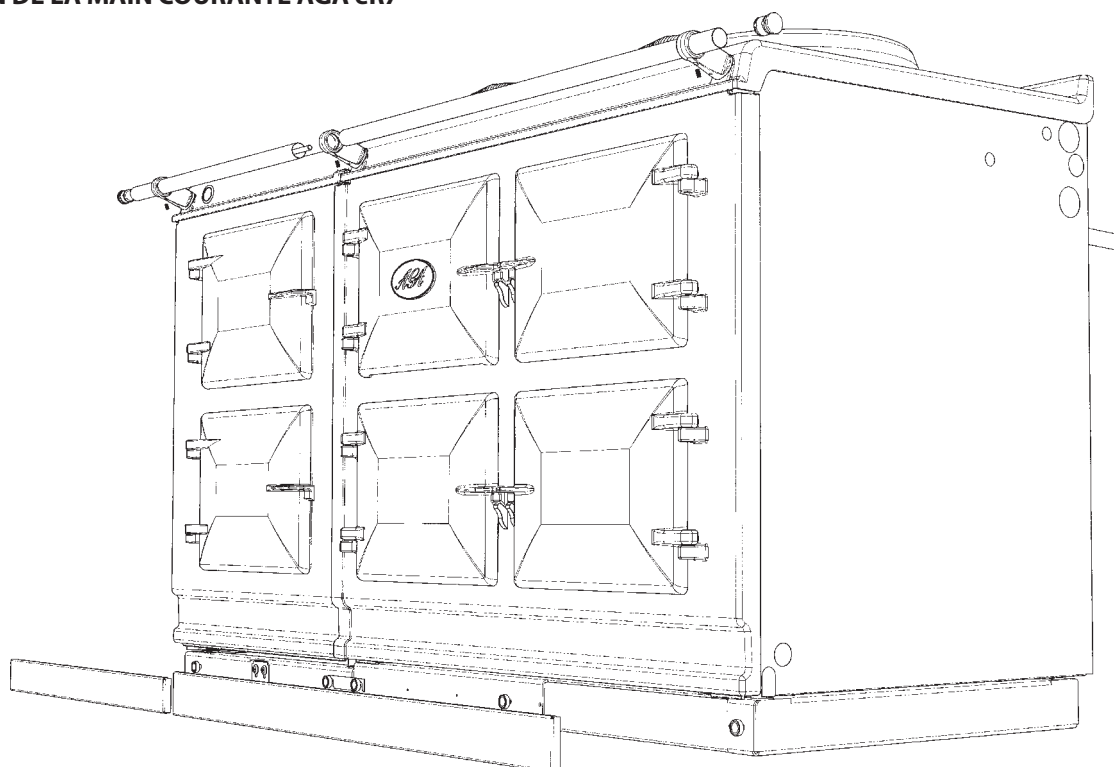

Fig. 30.12
11. Sur les fours 5, placez le goujon tout fileté dans l'extrémité fileté de la main courante, puis faites passer la main courante à travers le support (en vous assurant que le goujon tout fileté dépasse du côté droit de la main courante de l'armoire chauffante) et vissez les mains courantes ensemble (**Fig. 30.12**).
14. Pour terminer, placez la face du socle sur les aimants situés à l'avant du socle tout en s'assurant que sur les 5 fours, le côté droit de la face du socle est bien contre le côté gauche de la face du socle de l'AGA eR7. Il ne doit y avoir aucun espace. Assurez-vous que les faces du socle sont bien centrées et fixées (**Fig. 30.12**).